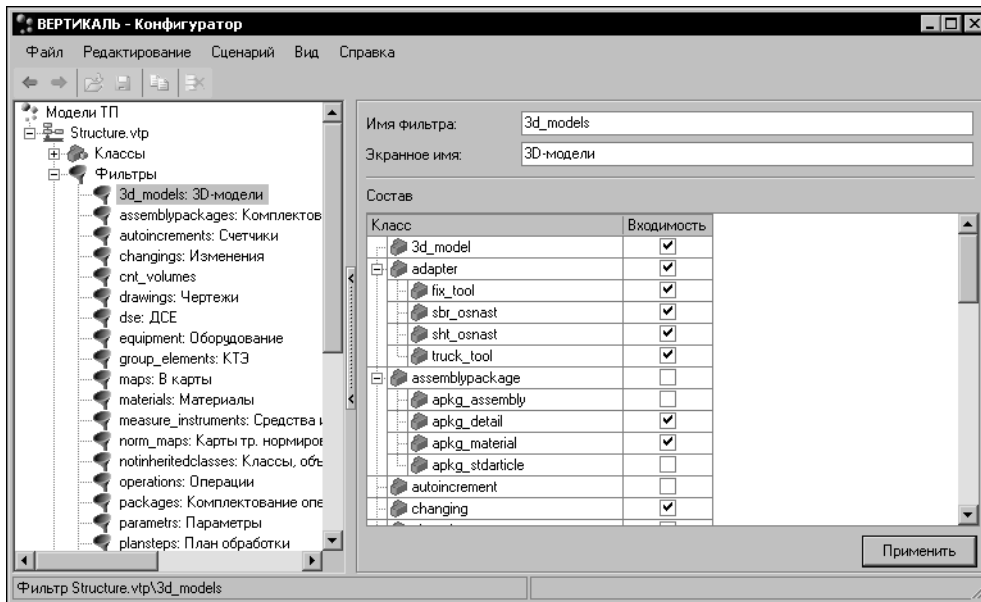

Рис. 17.11. Формирование списка классов в фильтре *3d\_models* («3D-модели»)
1. В дереве модели установите курсор на редактируемый фильтр. В окне параметров появится таблица с полным списком классов, зарегистрированных в модели (рис. 17.11).
3. В окне параметров (см. рис. 17.11 в подразделе 17.6.1) заполните поля **Имя фильтра** и **Экранное имя**. Имя фильтра должно состоять только из символов латинского алфавита. Экранное имя фильтра используется только в качестве комментария, заполнение этого поля необязательно. «По умолчанию» для нового фильтра задается имя *Filter*.